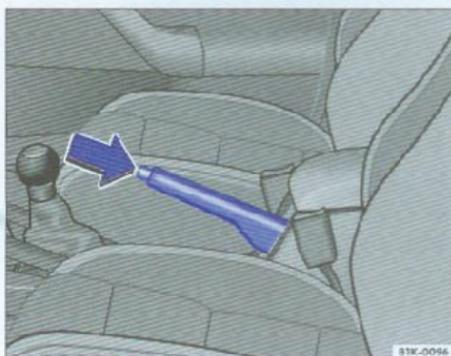

图102 手制动器手柄位于前排两座椅之间
- 向上拉紧手制动器手柄 ⇒ 图102。
- 先将手制动器手柄稍向上提，然后按住手柄端部上的锁止按钮 ⇒ 图102，完全下推手柄即可分离手制动器 ⇒ !。